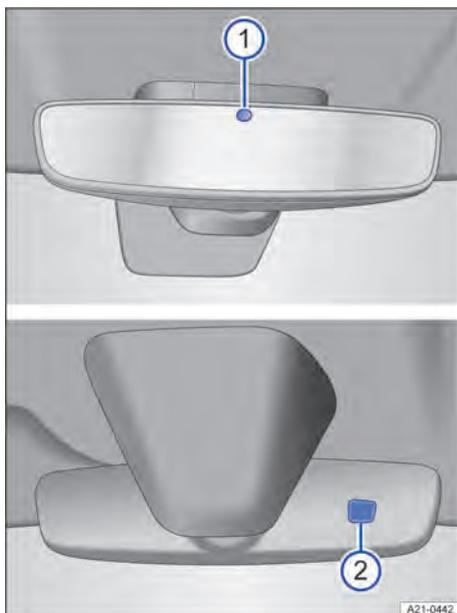

Fig. 84 No revestimento do teto: espelho retrovisor interno com antiofuscante automático.
Com a ignição ligada, os sensores medem a incidência de luz por trás → Fig. 84 ① e pela frente ②.